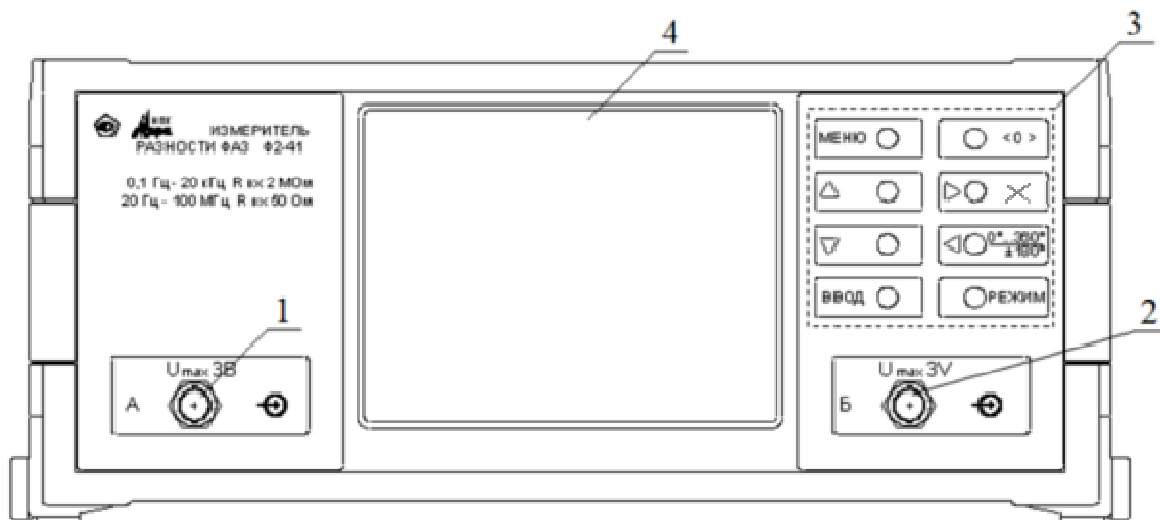
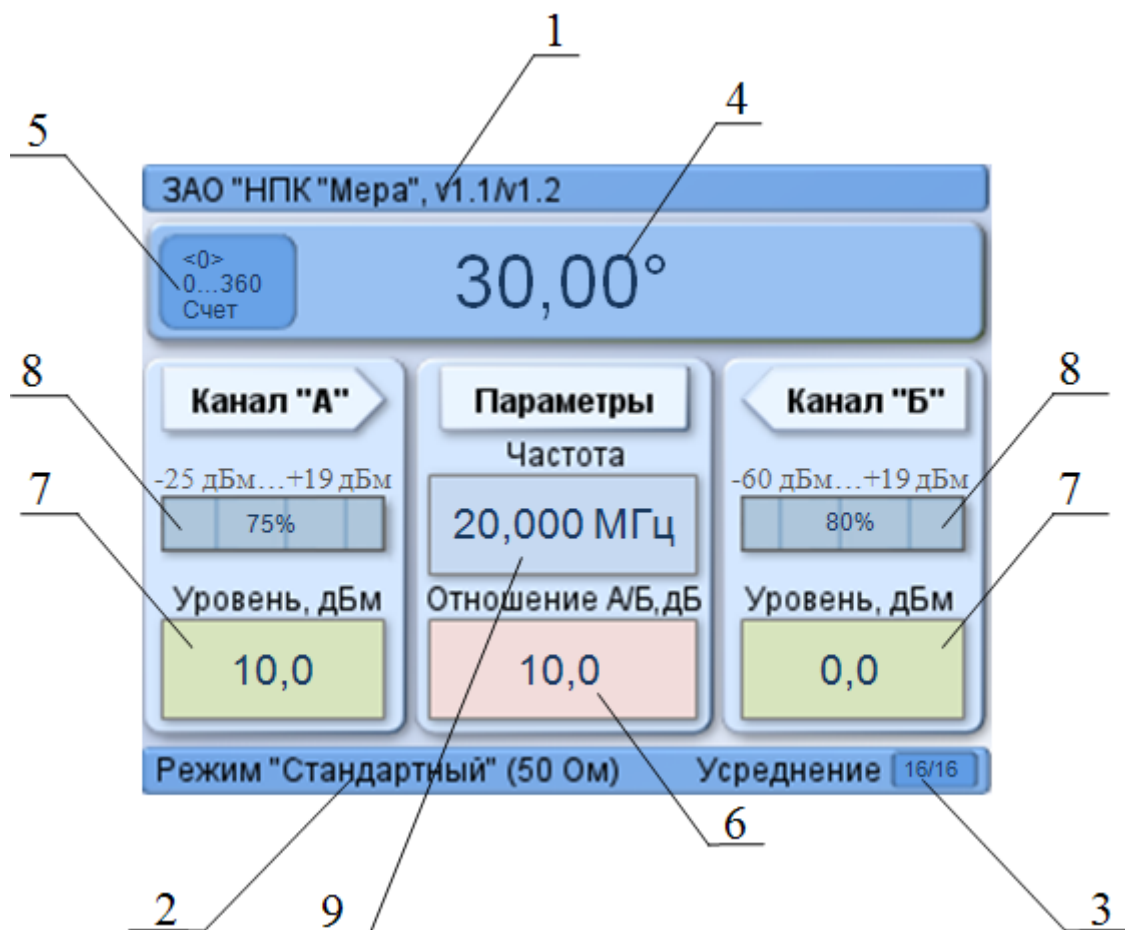

Рис. 5 – Внешний вид передней панели измерителя
Рис. 6 – Внешний вид основного окна
После подачи питания на индикаторе прибора должно быть отображено основное окно измерительной программы, вид которого приведен на Рис. 6. Следует изучить выводимое изображение индикатора на предмет наличия «битых» пикселей. При их отсутствии прибор считается пригодным к использованию.
9.1.8 Изображение передней панели измерителя разности фаз приведено на Рис. 5.
После включения на дисплей 4 (Рис. 5) прибора будет выведено основное информационное окно, внешний вид которого показан на Рис. 6.